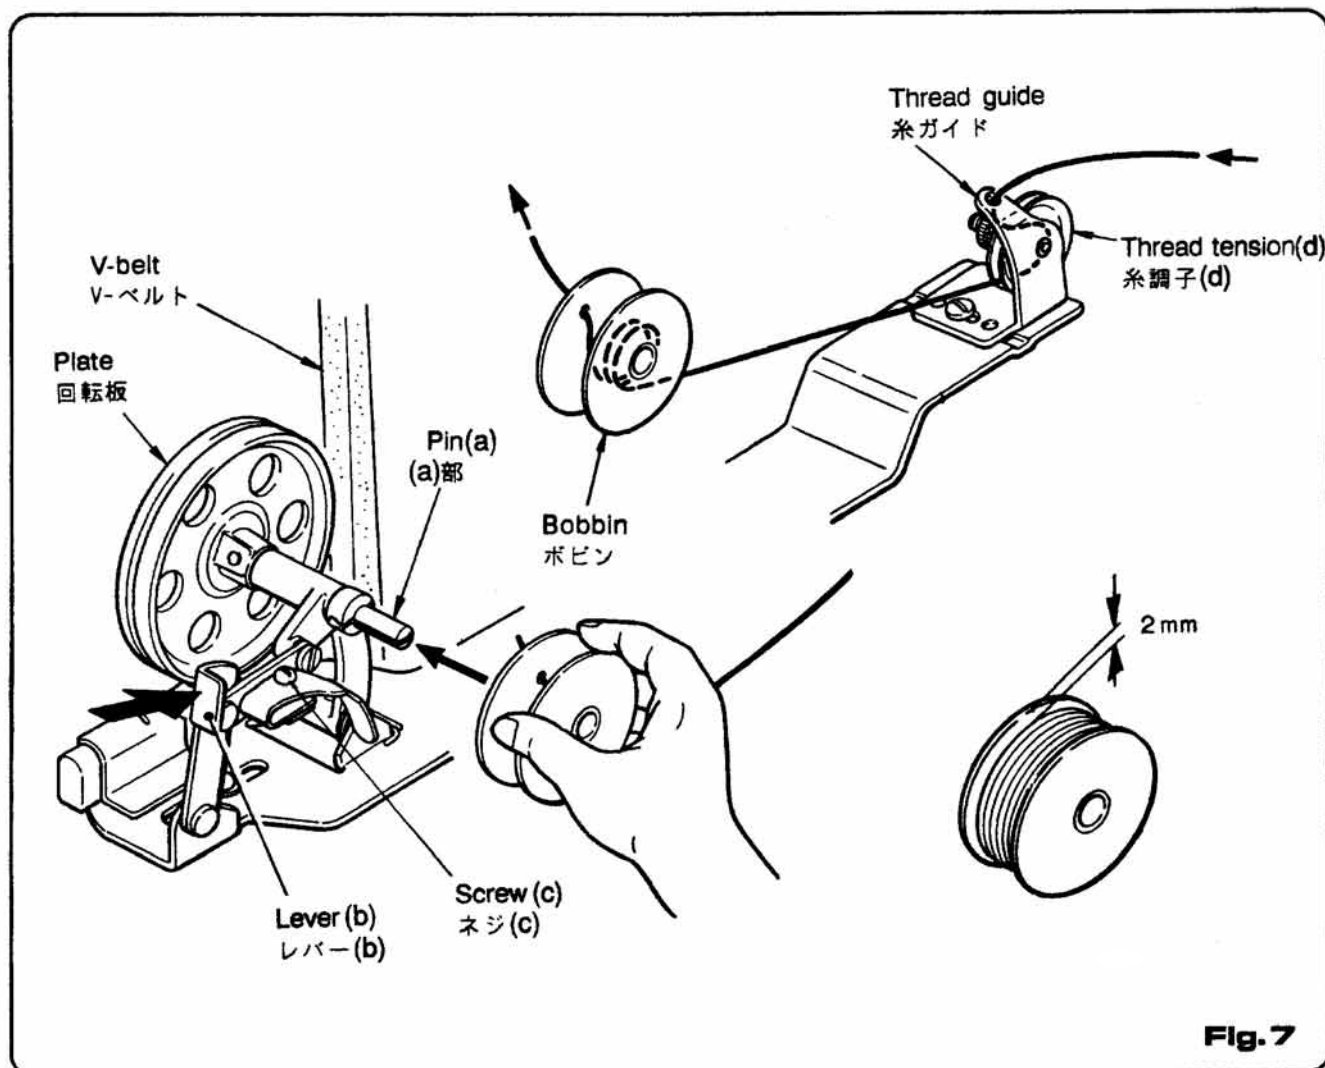

Fig. 7
- (1) To wind thread on a bobbin, install a bobbin on pin (a) of the thread winder (Figure 7), turn lever (b) down, press rotary plate against V-belt and run the machine. It is a good idea to wind thread 3 to 4 turns on the bobbin by hand before installing the bobbin on the winder.
- (2) Thread winding diameter should be 2 mm smaller than outer diameter of bobbin.
- (3) Thread winding diameter adjustment can be made by loosening screw (c). Turn screw clockwise to make thread winding diameter large, counterclockwise make small.
- (4) Thread winding can be stopped automatically by lever after winding is finished.
- (5) Increase spring pressure of thread tension (d) in case of on-sided thread winding.
- (1) Fig7で示す通りボビンに糸を巻く場合は、糸巻き(a)部にボビンを取りつけ、レバー(b)を倒してVベルトに押しつけミシンを運転してボビンに巻きます。この時、糸をボビンに3・4回手でまいてから、ボビンを糸巻きに取りつけて下さい。
- (2) 糸巻き径はボビンの外径より2mm位小さく巻いて下さい。
- (3) 糸巻き径の調整は、ネジ(c)にて調整して下さい。ネジを右に廻すと糸巻き径は大きくなり、逆に左に廻すと糸巻き径は小さくなります。
- (4) 糸巻きは、巻き終わりましたら、自動的にレバーがおきて停止します。
- (5) 糸巻きしている時、糸巻きがかたよる場合は、糸調子(d)のspring圧を強くして下さい。